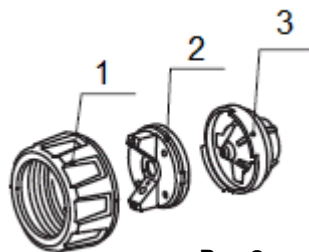

Рис.8
Очистка краскопульты (Рис.8).
10. Отвинтите гайку сопла (1), поворотное (2) и неподвижное (3) сопла (рис.8).